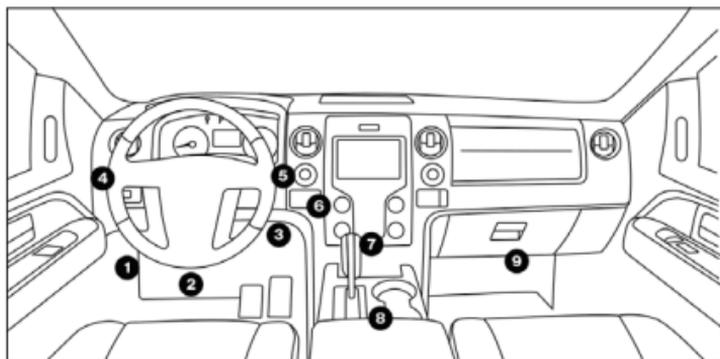

Figura 3.1.2
- Grande parte dos DLCs do veículo estão localizados numa das posições etiquetadas na Figura 3.1.2. Alguns DLCs têm uma tampa de plástico que precisa de ser removida antes da ligação e uns estão escondidos perto do painel de fusíveis. Se encontrar um problema na localização do DLC, deve consultar o manual de serviço do veículo, ou contactar-nos com informações específicas sobre o veículo (por exemplo, VIN).